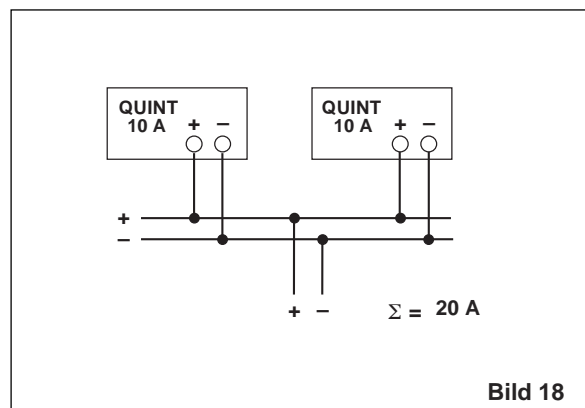

Bild 18
7.5. Leistungserhöhung (Bild 18)